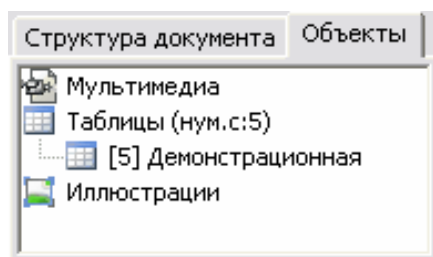

Рис. 3.78
2. В окошко пункта **Нумеровать с...** введите, например, номер 5 и нажмите ENTER. После этого у названию объекта **Таблицы** появилась надпись «нум.с:5», а слева от названия таблицы «Демонстрационная» указан номер 5 (Рис. 3.78).